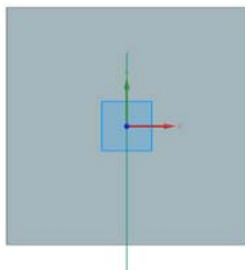

图 8-7 草绘边
(2) 在“撕边”对话框上的选择截面中单击图标, 选择突出块的上表面, 绘制特征轮廓草图, 如图 8-7 所示。单击“完成”图标, 草图绘制完毕。